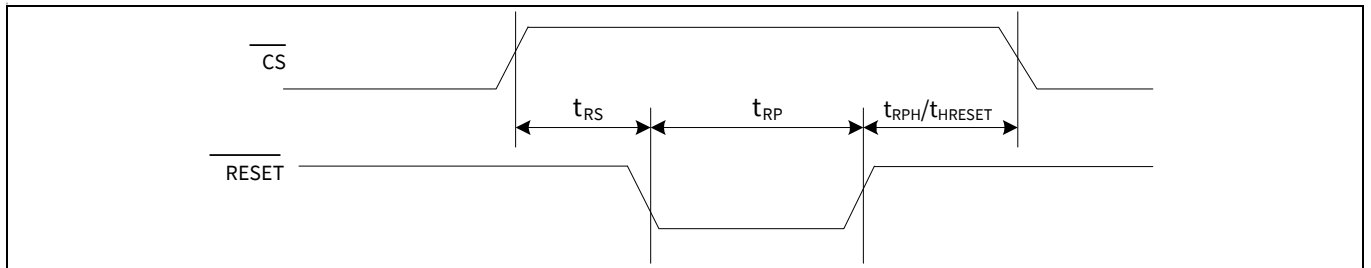
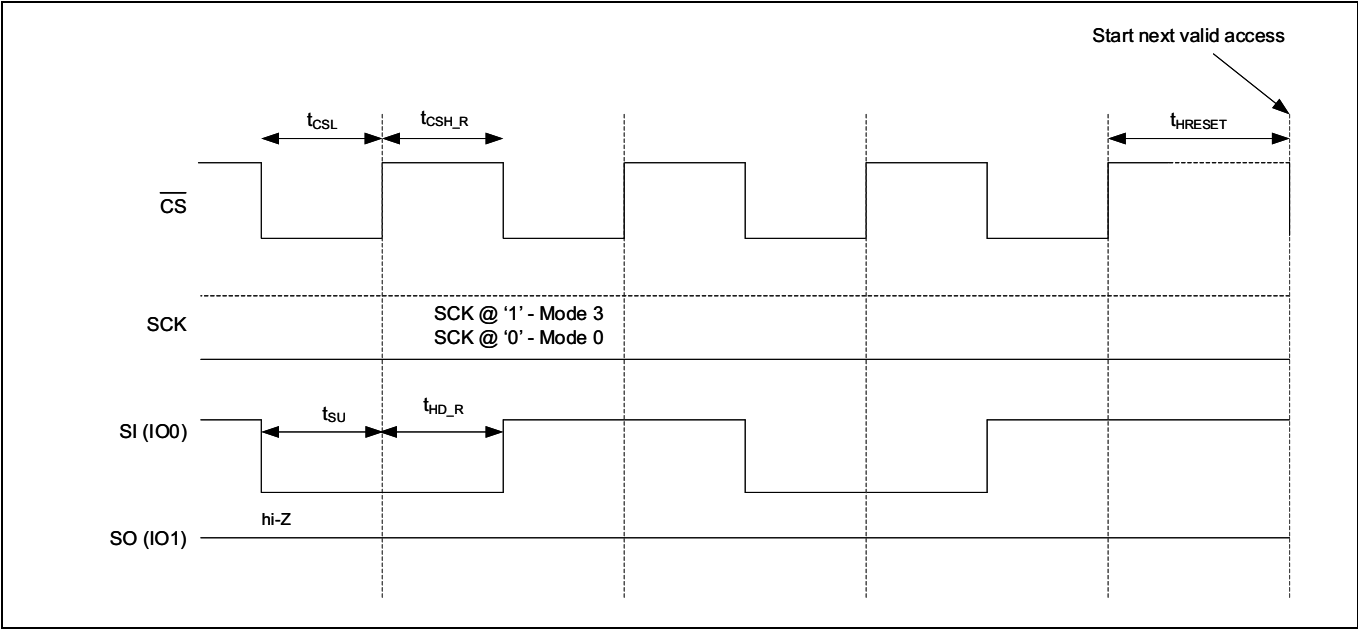

Figure 109 SPI 模式下的 $\overline{\text{RESET}}$ 时序 — QUAD 被设置 (CR1[1]=1) 或 QPI 被使能 (CR2[6]=1)
Figure 111 JEDEC SPI 复位
硬件复位输入 ($\overline{\text{RESET}}$) 被复用在 ($\overline{\text{RESET}}$ / I/O3) 上, 并且在 CY15x116QSN 器件中作为低电平有效信号。请查阅 Table 21, 了解各种 SPI 接口的硬件复位 ($\overline{\text{RESET}}$) 引脚配置。当 $\overline{\text{RESET}}$ 引脚被置为低电平时, CY15x116QSN 则将自初始化, 并使其配置设置返回到上电状态。请查阅 Table 59, 了解 $\overline{\text{RESET}}$ 周期后各种不同的寄存器配置。一旦发送 $\overline{\text{RESET}}$, 从 $\overline{\text{RESET}}$ 的上升沿算起, CY15x116QSN 将需要 $t_{\text{RPH}}/t_{\text{HRESET}}$ 时间来完成复位周期。在 t_{RPH} 期间, 不能访问 CY15x116QSN。Figure 109 至 Figure 111 显示了不同复位模式中的 $\overline{\text{RESET}}$ 时序。
- 在 QPI 模式下, $\overline{\text{RESET}}$ 引脚被复用在 I/O3 上。在该模式下, 要想使用硬件复位 ($\overline{\text{RESET}}$), 必须将 CR2 [5] 位设置为 1。这样, 在 CS 为高电平时, 可以将 I/O3 作为 $\overline{\text{RESET}}$ 输入使用。Figure 109 显示了 QPI 模式下的 $\overline{\text{RESET}}$ / (I/O3) 时序。
请参考 Figure 111, 了解详细时序。